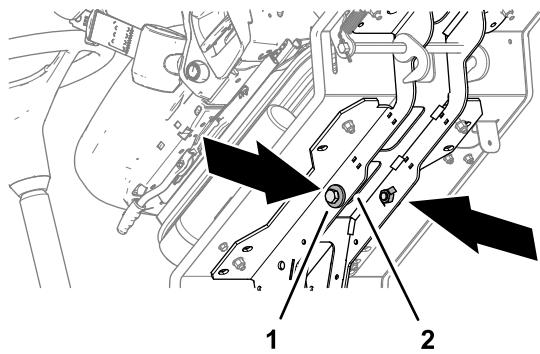

Bild 40
3. Kippen Sie die Plattform nach vorn und entfernen Sie die 2 Schrauben, 12 x 40 mm und 2 Beilagscheiben 12 mm, die in den Stützschiene der Plattform gelagert sind (Bild 40).